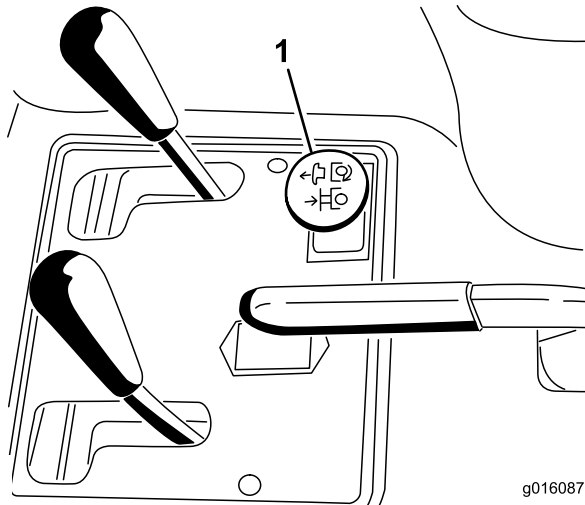

Figura 12
3. Engate a lâmina puxando o manípulo de controlo da hidráulica remota para cima (Figura 12).
- Engate a lâmina puxando o manípulo de controlo da hidráulica remota para baixo (Figura 12).